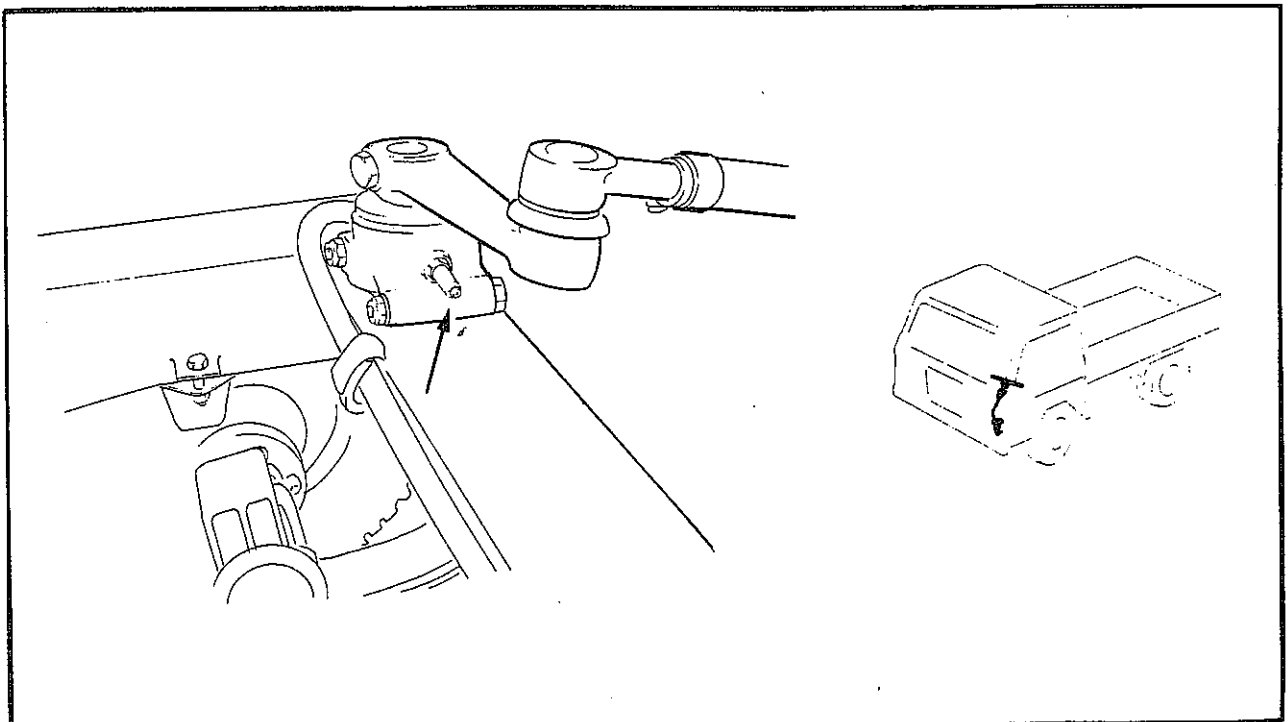

Fig. 2-11 Perno di rinvio sterzo
2.10. STERZO (fig. 2-11)
2.10. DIRECTION (fig. 2-11)